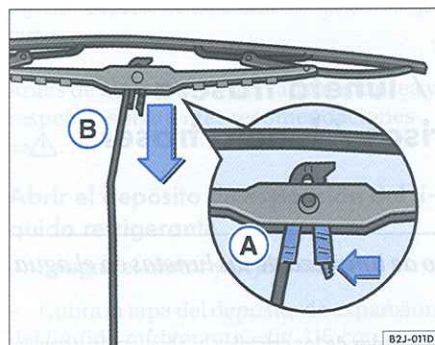

Fig. 118 Escobillas del limpiaparabrisas
- Apriete la traba de seguridad ⇒ fig. 118 (A) en el sentido de la flecha.
- Desenganche la escobilla en el sentido de la flecha (B) y retírela después de remover el brazo, en la dirección contraria.
- Inserte una escobilla nueva con la misma longitud y del mismo modelo en el brazo del limpiaparabrisas de forma inversa a la retirada, hasta oír el "clic" de encaje del muelle de seguridad en el respectivo brazo ⇒ (A).